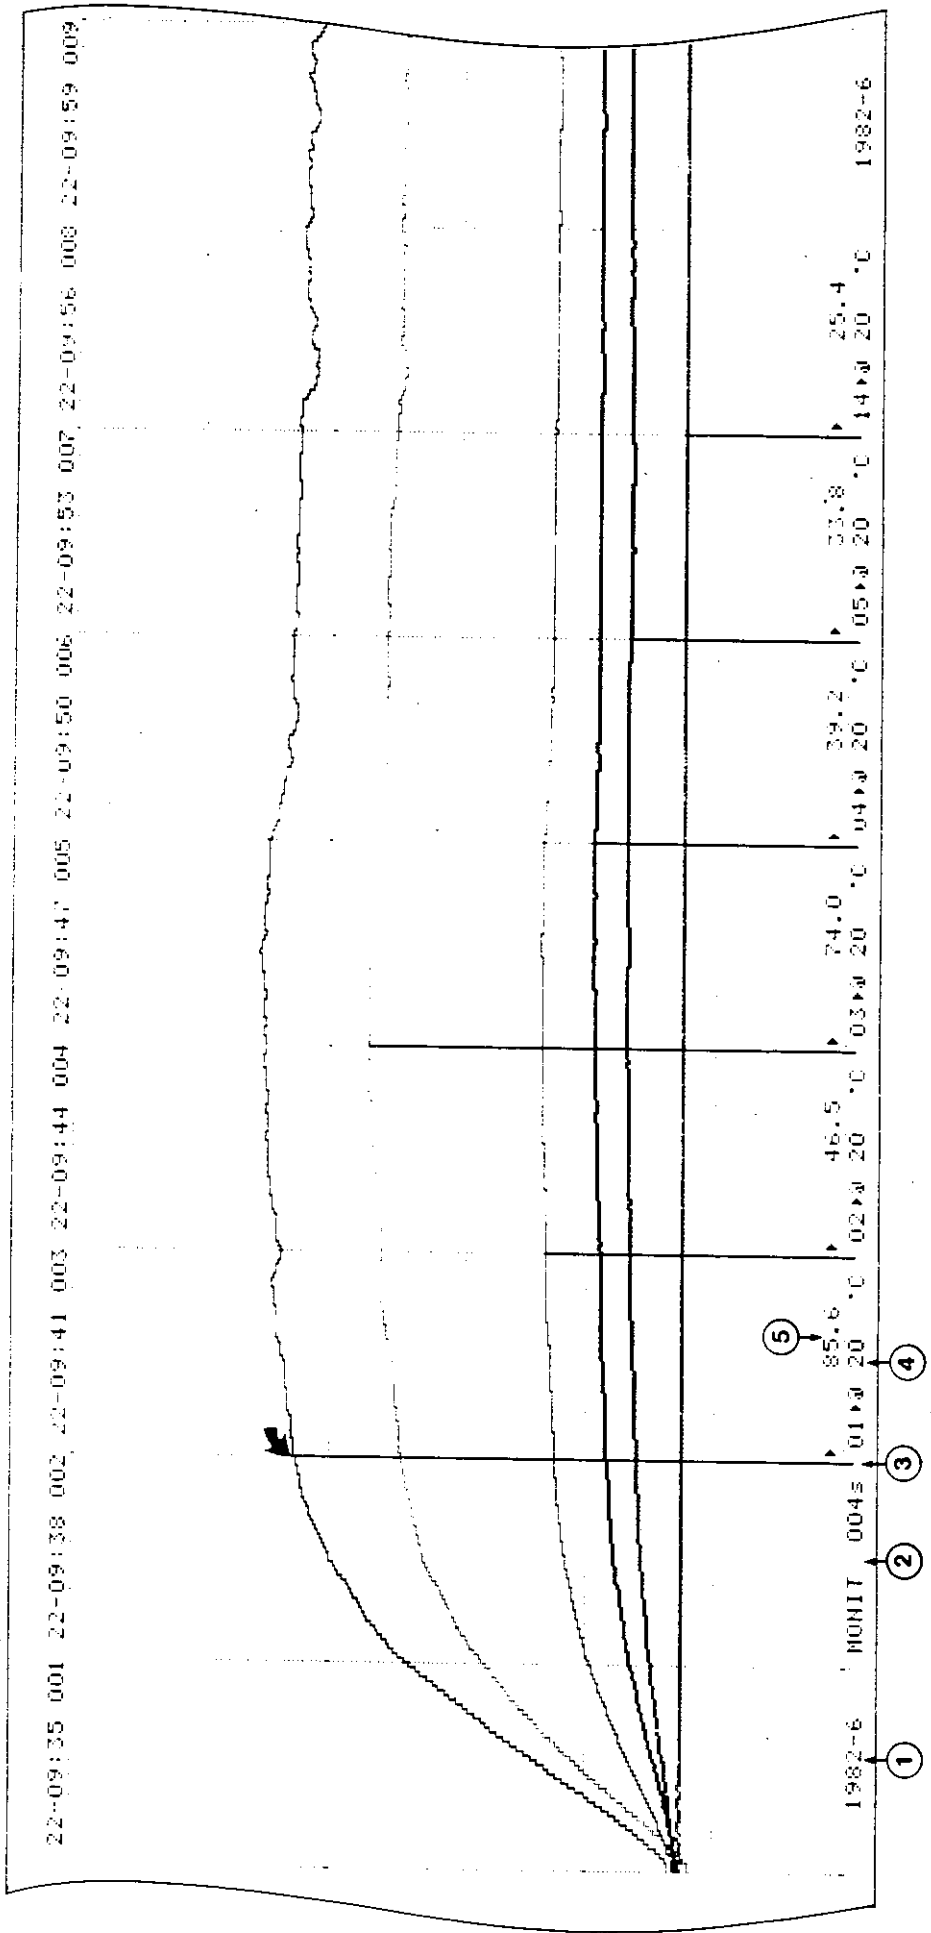

図 4-11 印字例 9 : モニタ・モードの説明
〔図4-11〕にモニタ・モードにおける印字例を示します。
- ① ラベル : LABELで設定された数字, 記号
- ② モニタ周期 : モニタ周期を $10^{-1}$ 秒で四捨五入した値
- ③ アナログ・グラフのチャンネル識別線 : アナログ・グラフとそのグラフが対応するチャンネル番号を示す線で、同一フレームのコメント欄の先頭に表わされる値がチャンネル番号を示します。
- ④ モニタ・チャンネル番号とスケール感度 : チャンネル識別線で示されるアナログ・グラフのチャンネル番号とそのグラフのスケール感度を示します。〔図4-11〕の例では、01 CH., 20°C / div. です。
- ⑤ 測定データ : チャンネル識別線で示されるアナログ・グラフについて、そのフレーム内に示されるログ・スキャン開始時間の測定データを示します。〔図4-11〕の例では、22日9時41分における01 CH. の測定データは85.6 °Cを示します。